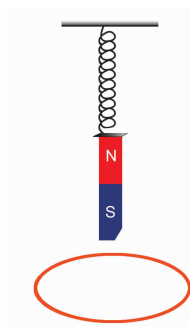

图 1-4
4. 如图 1-4 所示, 弹簧上端固定, 下端挂一根条形磁铁. 将磁铁托起到某一高度处放开, 磁铁能上下振动较长时间才停下来. 如果在磁铁下端放一个固定的闭合导体线圈, 使磁铁能上下振动穿过它, 磁铁就会很快停下来. 请解释这个现象, 并说明能量转化的情况.